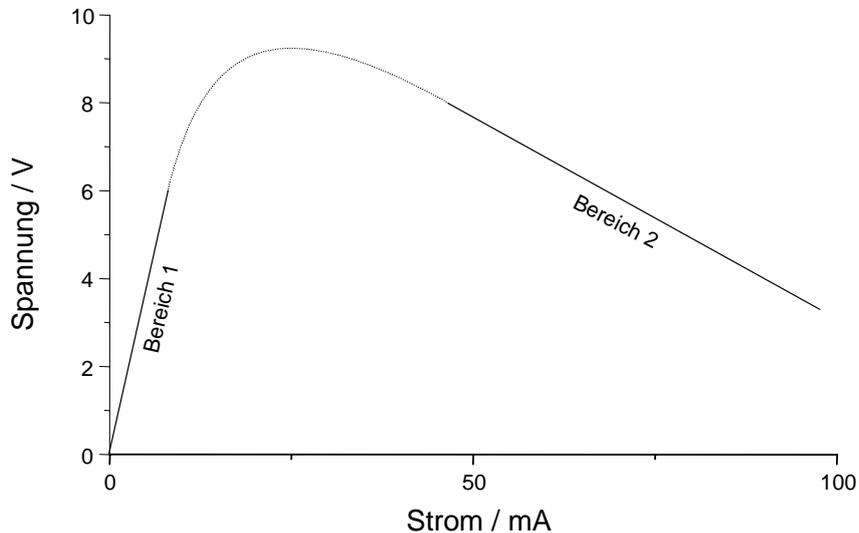

Abb. 1: Verlauf der Strom-Spannungs-Kennlinie eines NTC-Widerstandes
a) In Abb. 1 ist die Strom-Spannungs-Kennlinie eines NTCs gegeben. In welchem Bereich bewirkt die Eigenerwärmung des Bauteils eine Widerstandsänderung des NTCs? (Kreuzen Sie „Bereich 1“ oder „Bereich 2“ an!) (1 Punkt)